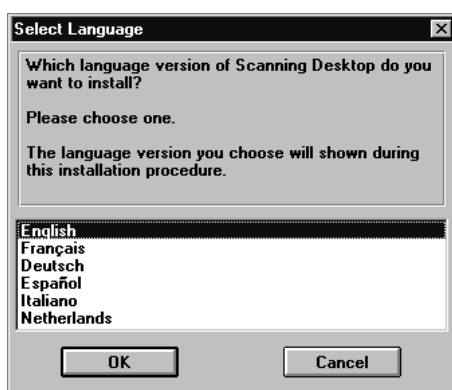

Figura 16: selezione della lingua
4. Digitare la riga di comando [D:\START.EXE] e fare clic su 'OK' (vedere la Figura 16) per avviare l'installazione.